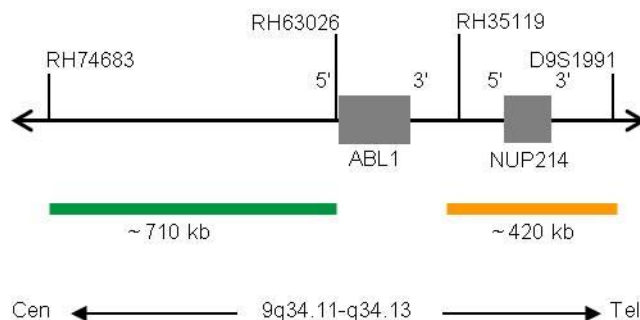

Fig. 1: SPEC ABL1 Mapa de la sonda (no está a escala)
- Polinucleótidos marcados en verde (excitación a 503 nm/emisión a 528 nm) ZyGreen (~10,0 ng/μl), dirigidos a secuencias localizadas en 9q34.11-q34.12* (chr9:132,872,357-133,580,236) proximales a la región del punto de ruptura de ABL1 (ver Fig. 1).
- Polinucleótidos marcados en naranja (excitación a 547 nm/emisión a 572 nm) ZyOrange (~4,5 ng/μl), dirigidos a secuencias localizadas en 9q34.12-q34.13* (chr9:133,851,960-134,273,097) distales a la región del punto de ruptura de ABL1 (ver Fig. 1).